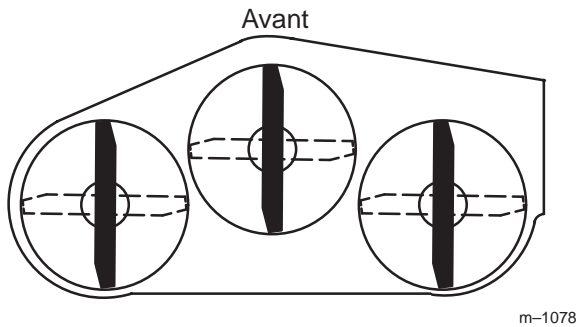
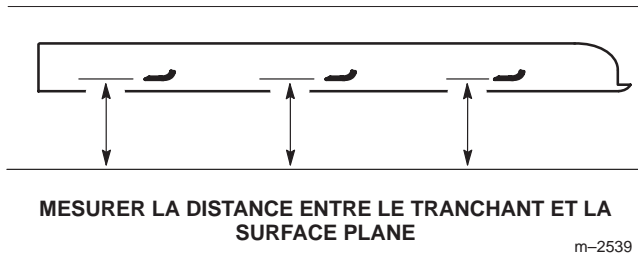

Figure 26
Figure 27
1. Tournez les lames pour qu'elles soient toutes dirigées dans le sens longitudinal (Fig. 26). Mesurez la distance entre la surface plane et le tranchant des lames (Fig. 27) et notez cette valeur.